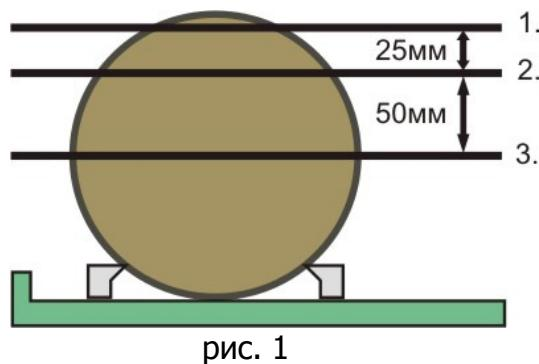

рис. 1
2. Джойстиком установите пилу на нужную высоту (рис. 1 позиция 1.), дисплей (2.) показывает высоту от пилорамы.
4. **Перед** подъемом пилы нажмите на кнопку (R) для утверждения места распила в дисплее (1.).
5. Для распила доски толщиной 25 мм, джойстиком установите пилу пока в дисплей (1.) покажет размер «27.0» (при условии, что режущий путь 2.0 мм,  $25.0 + 2.0 = 27.0$  мм), рис. 1 позиция 2.
7. **Перед** подъемом пилы нажмите на кнопку (R) для утверждения места распила в дисплее (1.).
8. Для распила доски толщиной 50 мм, джойстиком установите пилу пока в дисплей (1.) покажет размер «52.0» (при условии, что режущий путь 2.0 мм,  $50.0 + 2.0 = 52.0$  мм), рис. 1 позиция 3.